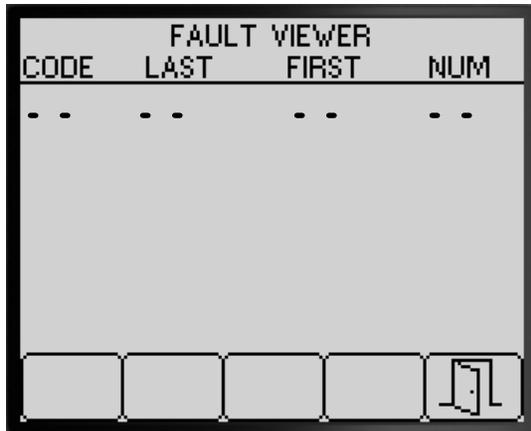

Figure 87
3. Recherchez les anomalies causées par le système dans l'afficheur d'anomalie (Figure 87).
- Appuyez sur le bouton 5 pour quitter l'écran FAULT VIEWER et retourner à l'écran DIAGNOSTICS (Figure 87).
- Appuyez sur le bouton 5 pour quitter l'écran À PROPOS et retourner à l'écran DIAGNOSTICS (Figure 87).